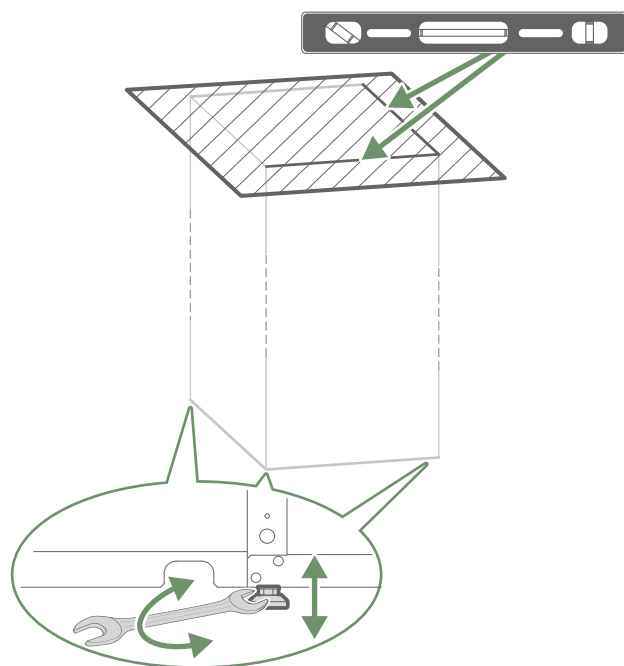

fig. 19 - Upgrade uitvoeren
- Stel de hydraulische module op niveau *fig. 19* ().